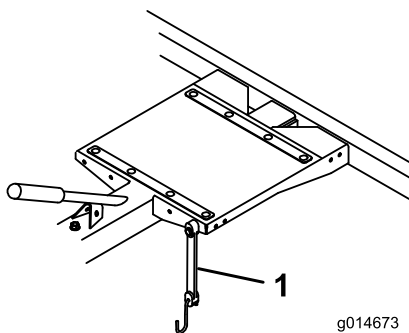

Bild 15
- Befestigen Sie den Grünsmäher während des Transports mit einem Gummispanngurt auf dem Anhänger (Bild 15). Sie können den Gummispanngurt in verschiedene Befestigungslöcher versetzen, um es unterschiedlichen Mähern anzupassen.